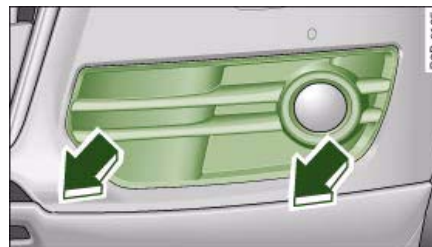

Fig. 256 Embellecedor del faro antiniebla
- Retire el embellecedor ⇒ fig. 256 (tire con cuidado en la dirección correspondiente de la flecha). ▶